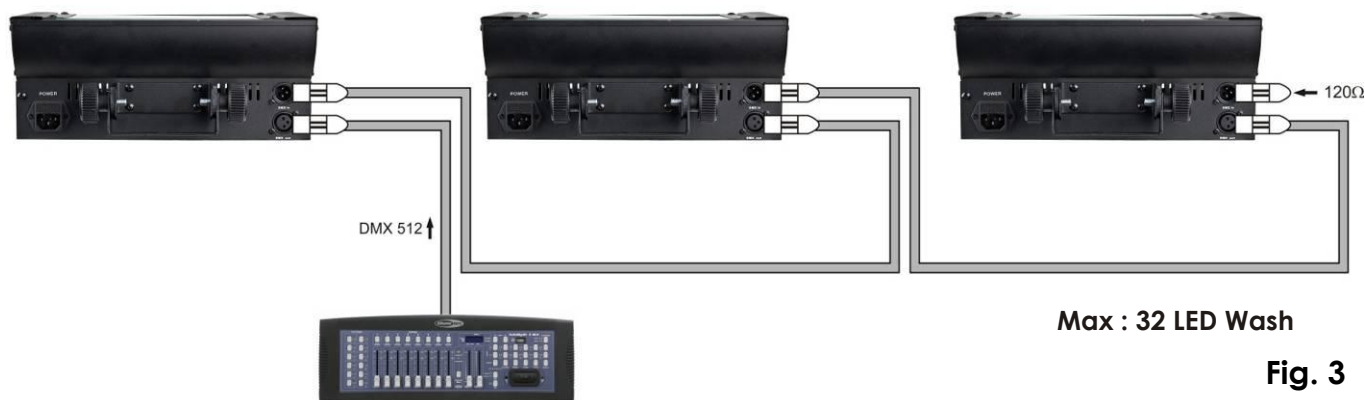

Fig. 3
3. Branchez l'unité comme indiqué sur la Figure 3. Branchez un câble à signal DMX pour relier la prise DMX « sortie » (OUT) de la première unité à la prise "entrée" (IN) de la seconde unité. Répétez ce processus de raccordement pour la deuxième, troisième, et quatrième unité.